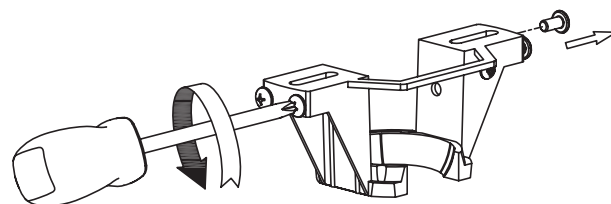

Figura 3
Uso del soporte (Figura 3)
- ☐ 3. Retire el clip de horquilla y pasador de horquilla de la parte inferior de la bola para colgar. Retener el pasador y clip para la reinstalación en el paso 5. (Figura 3)
- ☐ 3. Introduzca los cables a través de la anilla ajustable del dosel y el capuchón de techo. (Figura 3)
1. Extraiga completamente un tornillo de cada lado del soporte de suspensión -- asegúrese de que es el tornillo a su derecha cuando se enfrenta -- guárdelos para volver a colocarlos en la página 36 o 37 **(Cómo instalar la carcasa de la cubierta)**. Afloje los otros dos tornillos que no fueron retirados. (Figura 3)
- ☐ **3.** Presione hacia arriba el anillo de la cubierta de tornillos para ocultar los tornillos. Así, las pestañas de montaje se coloquen en las ranuras con muescas ubicadas en la cubierta del techo entre los tornillos. (Figura 3)
3. Presione hacia arriba el anillo de la cubierta de tornillos para ocultar los tornillos. Así, las pestañas de montaje se coloquen en las ranuras con muescas ubicadas en la cubierta del techo entre los tornillos. (Figura 3)
3. Ensamble la caja del interruptor al adaptador de la caja con el tornillos previamente retirado (Figura 3)